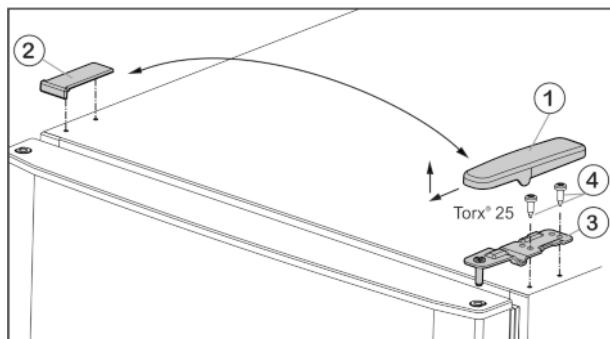

Fig. 6
- ▶ Потяните крышку Fig. 6 (1) вперед и вверх.
- ▶ Снимите крышку Fig. 6 (2).
- ▶ Открутите верхний опорный кронштейн Fig. 6 (3) (2 шт. Torx® 25) Fig. 6 (4) и поднимите вверх.
- ▶ Установите верхний опорный кронштейн Fig. 6 (3) на новой стороне шарнира и защелкните в дверце.
- ▶ Привинтите верхний опорный кронштейн (с моментом 4 Нм) (2 шт. Torx® 25) Fig. 6 (4). При необходимости используйте аккумуляторный шуруповерт.
- ▶ Наденьте и защелкните крышку Fig. 6 (1) на противоположной стороне снаружи.
- ▶ Также наденьте сверху и защелкните крышку Fig. 6 (2) на противоположной стороне.